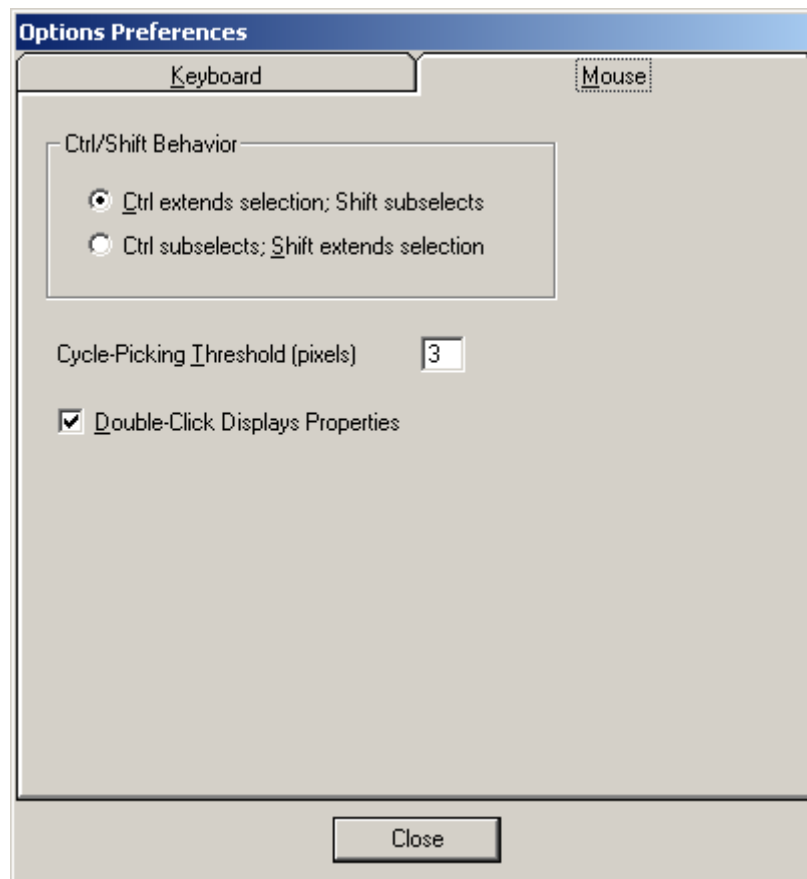

Рис. 13 Команда **Options Preferences**, вкладка **Mouse**
- 8.8 Ознакомьтесь с содержанием вкладки **Mouse** команды **Options Preferences**, которая изображена на рис. 13.